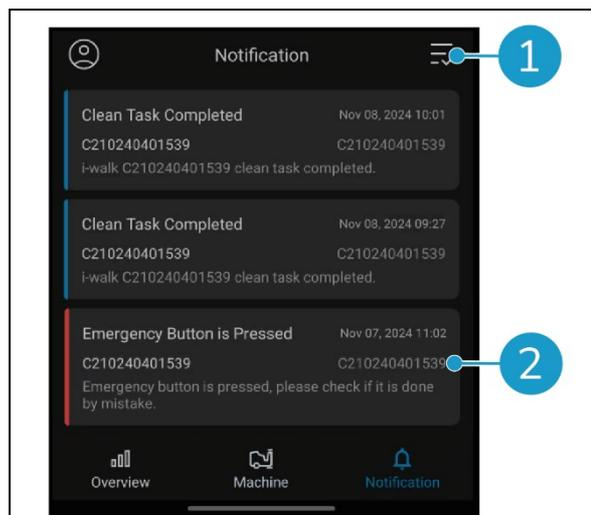

Figura 37
- Toccare il pulsante in alto a destra (Figura 37, pos. 1) per contrassegnare tutti i rapporti correnti come letti e rimuoverli dalla visualizzazione.
- Toccare una notifica specifica (Figura 37, pos. 2) per visualizzarla in modo più dettagliato.